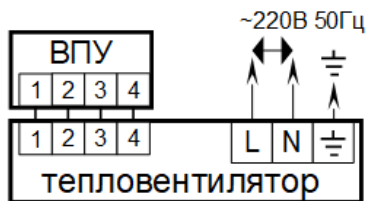

Рис. 3. Схема подключения тепловентилятора к электросети и пульту управления
5. Подключите сетевой кабель и кабель управления согласно маркировке на клеммных колодках (см. схему подключения к электросети и пульту на рис. 3.)